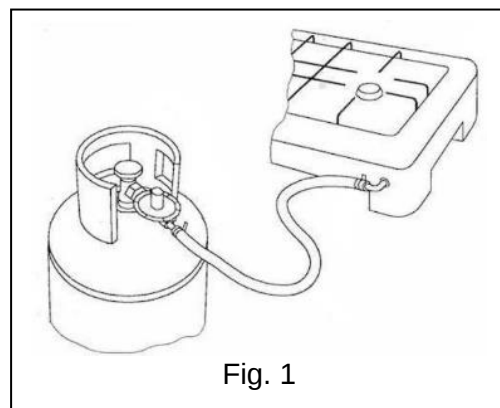

Fig. 1
5. **ATTENZIONE:** per evitare un pericoloso surriscaldamento del tubo del gas, NON installarlo facendolo passare sotto o dietro il fornello ma di fianco, tenendolo distante dall'area di cottura (Fig.1).